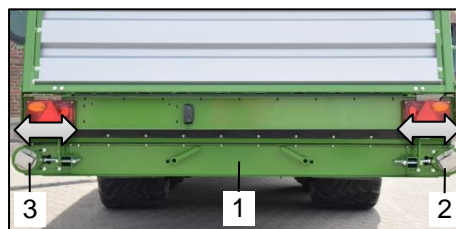

Bild 130: Antriebstrommel und Umlenktrommel
Das Transportband lässt sich am Rahmen des Querförderbandes (Bild 130 / Pos.1) an der Antriebstrommel (Bild 130 / Pos.2) am Lagerpunkt gegenüber dem Motor und an der Umlenktrommel (Bild 130 / Pos.3) an beiden Lagerpunkten verstellen.
- Entfernen Sie Verschmutzungen von der Antriebstrommel (Bild 130 / Pos.2) und von der Umlenktrommel (Bild 130 / Pos.3).